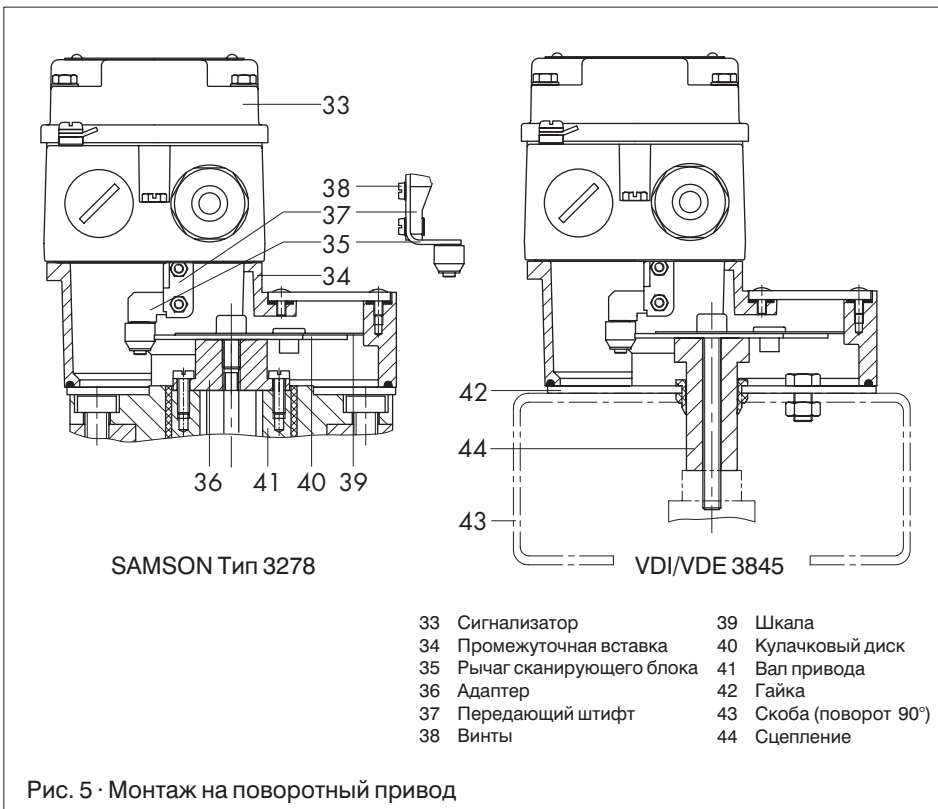

Рис. 5 · Монтаж на поворотный привод
2.3 Установка на поворотный привод (рис. 5)
Таблица 6 · Поворотный привод (рис. 5) – Монтажные части